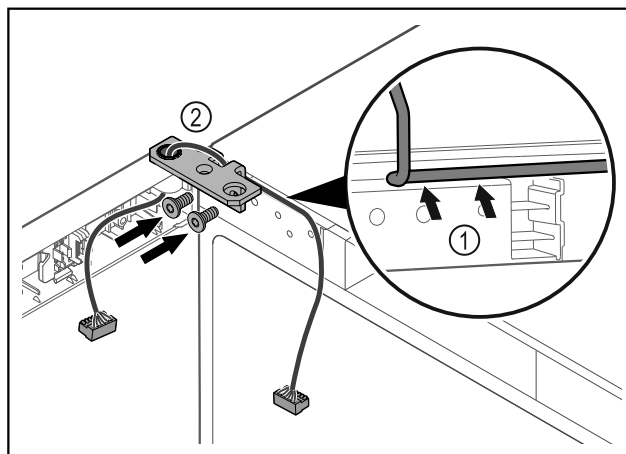

Fig. 47
- ▶ Kaloni kabllon përmes së prerës në profilin e menteshës dhe shtrijeni me kujdes Fig. 47 (1).
- ▶ Mbërtheni vidat e profilin të menteshës Fig. 47 (2).